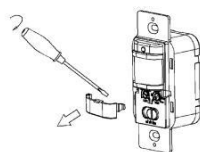

FIGURA 2
- Descargue la cubierta pequeña directamente y ajuste la hora y la perilla LUX (consulte la figura 2)